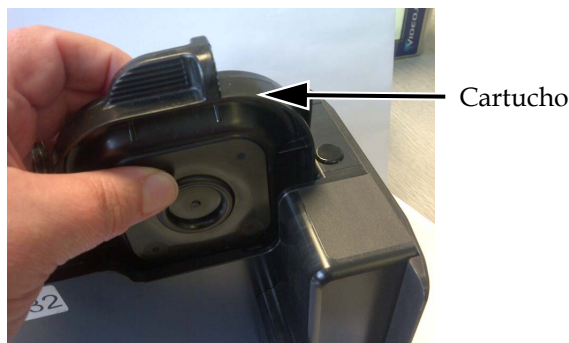

Figura 6-21: Como inserir o cartucho no cabeçote de impressão
- 1 Coloque o cartucho no cabeçote de impressão (consulte Figura 6-21).